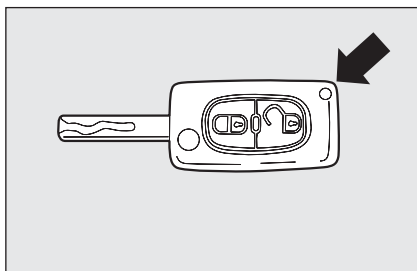
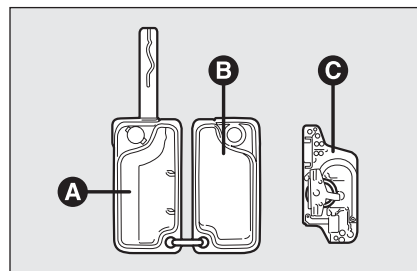

fig. 5
fig. 6
- ☐ separare i due gusci **A** e **B**-fig. 6, facendo leva nel punto indicato dalla freccia in **fig. 5**;
- ☐ estrarre e sostituire la pila **C**-fig. 6;